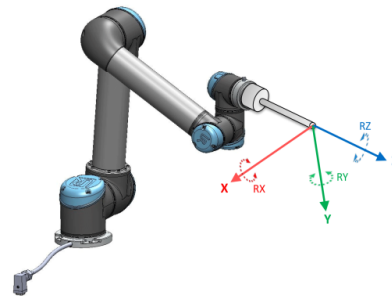

Figure 13.2: ツール (TCP) のフィーチャー
- ツールフィーチャーは現在の TCP 中心を起点に位置します (図 13.2 参照)